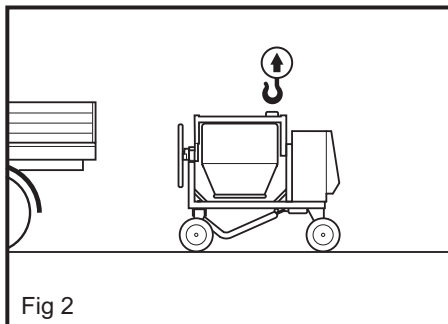

Fig 2
- Перед подъемом нужно перевернуть смесительный барабан вверх дном, на котором находится такелажная проушина (Fig. 2).